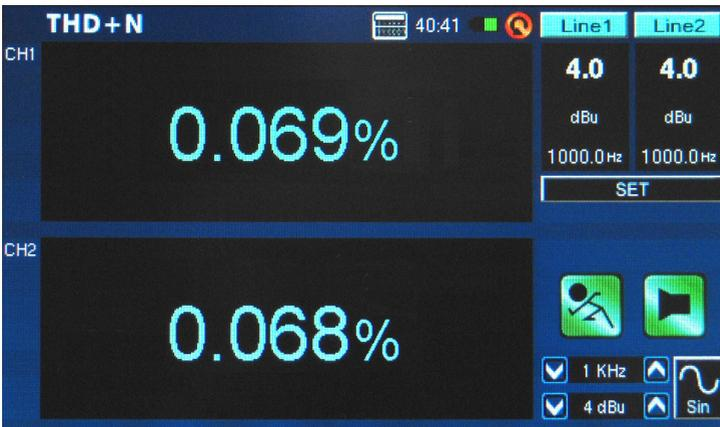

figura 45
6. A la derecha de display usted debe encontrar que el PAA6 está recibiendo una señal de 4 dBu de cualquier frecuencia que usted está enviando (1000.0 Hz, por ejemplo). Con tal que los valores enumerados aquí sean exactamente lo que usted envió de su generador de señal, los resultados de THD+N dados en la pantalla serán exactos (figura 45).